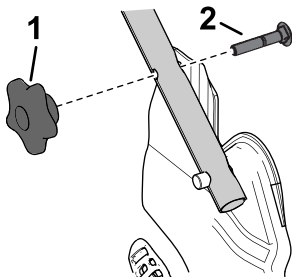

Figura 18
1. Retire y guarde los 2 pomos del manillar y los 2 pernos de cuello cuadrado de los soportes del manillar (Figura 18).